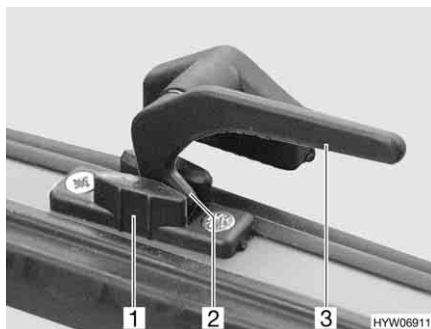

Fig. 28 Leva di serraggio in posizione "Aerazione continua"
- In posizione di "Aerazione continua" (Fig. 28)
- Ruotare la leva di serraggio (Fig. 28,3) di un quarto di giro verso il centro della finestra.
- Ruotare la leva di serraggio di un quarto di giro verso il telaio della finestra. Riportare contemporaneamente il nasello di chiusura (Fig. 28,2) nella rientranza della chiusura della finestra (Fig. 28,1).